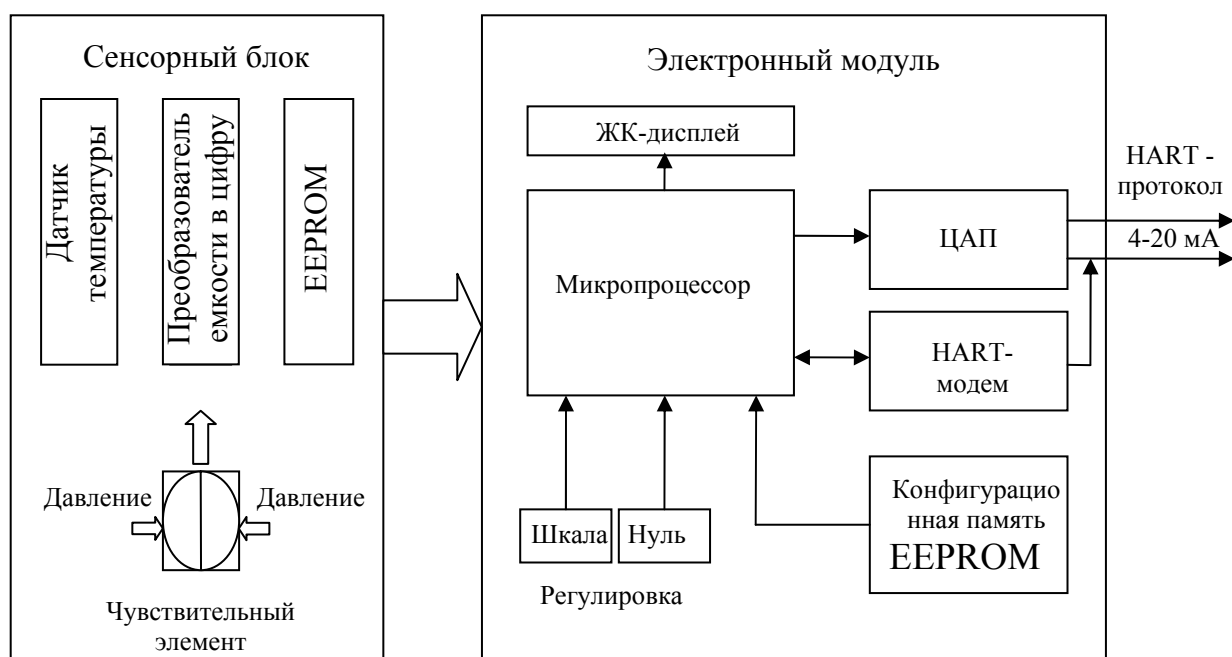

Рисунок 2 - Блок-схема датчика ДМ5007-3151
1.3.1 Функционально датчик состоит из двух частей: преобразователя давления (в дальнейшем - сенсорный блок) и электронного модуля (рисунок 2).